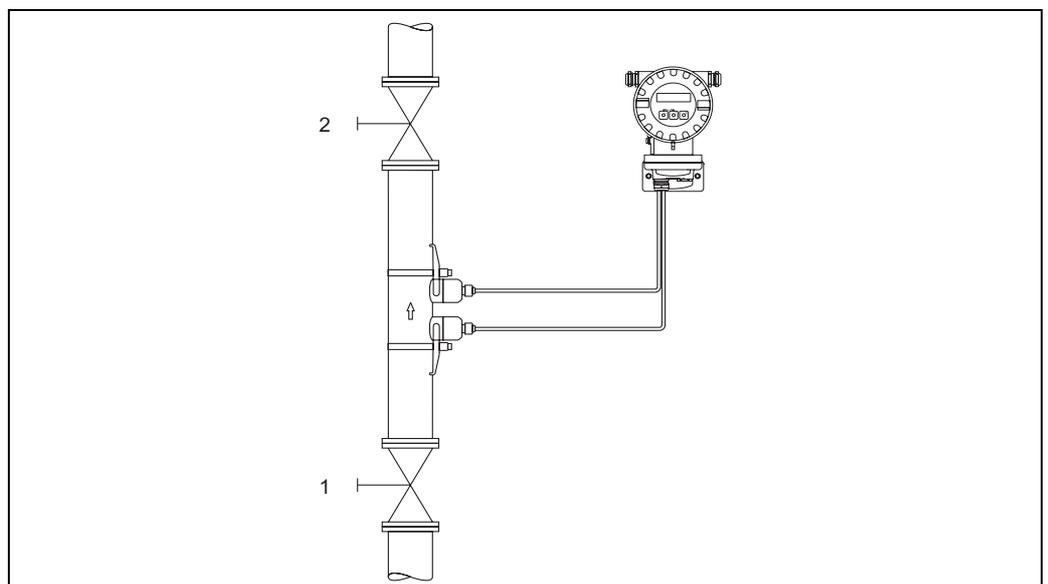

Fig. 26: Ajuste de punto cero y válvulas de cierre
- El ajuste del punto cero se realiza cuando la tubería está completamente llena y el caudal es nulo ($v = 0$ m/s). Esto puede conseguirse, por ejemplo, mediante válvulas de corte situadas aguas arriba y/o abajo del rango de medida, o bien utilizando las válvulas y compuertas existentes (Fig. 26).